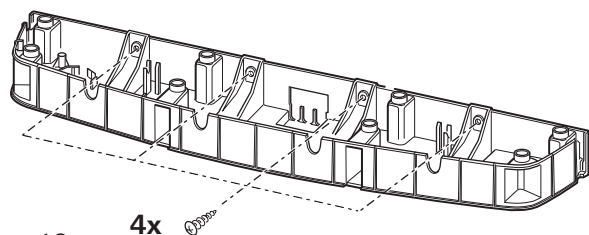

Figura 18
- **S 5004:** Fissare il supporto al telaio di montaggio con 4 viti 3,5 x 16 mm (Figura 18).